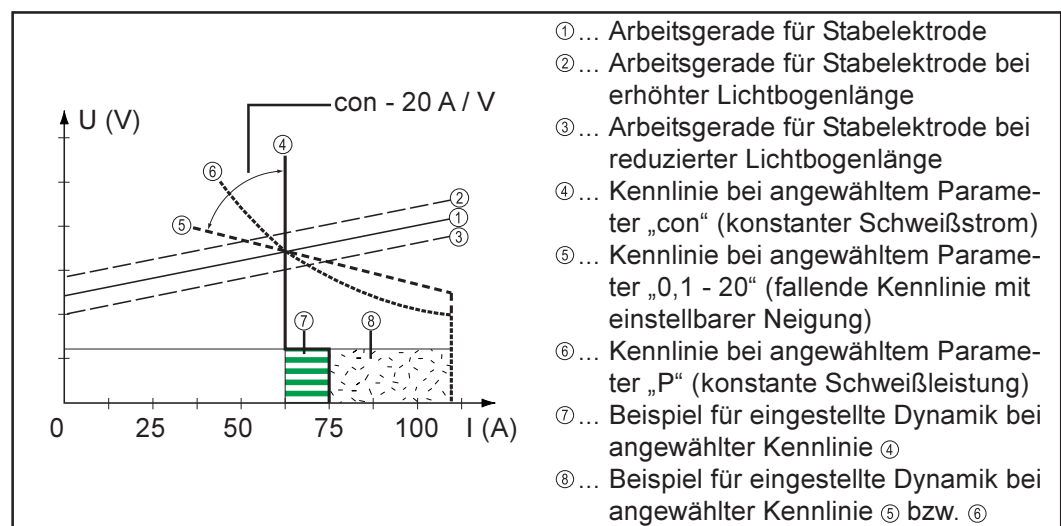

Abb. 25 Mittels Funktion Eln auswählbare Kennlinien
- Ist die Einstellung „P“ gewählt, wird die Schweißleistung, unabhängig von Schweißspannung und -strom, konstant gehalten. Es ergibt sich eine hyperbolische Kennlinie ⑥ (Abb.25).